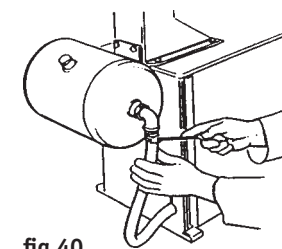

fig.40
- Inserire il tubo di gomma nel raccordo della bombola e stringere la fascia (fig.40)
- Connect the rubber hose to the cylinder connector and tighten the connector band (fig.40).
- Insérer le tuyau en caoutchouc dans le raccord de la bouteille et serrer la bande (fig. 40).
- den Gummischlauch in das Anschlußstück der Flasche schieben und den Sicherungsring anziehen (Abb. 40).
- Introduzca el tubo de goma en la unión de la bombona y apriete la abrazadera. (fig. 40).